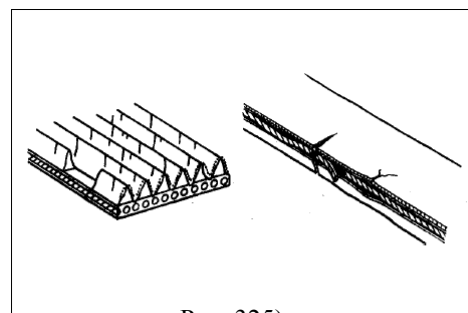

Рис. 325)
(1) Проверьте ремень на предмет сильного износа, трещин, отслоений и т.д.(рис. 325,326)